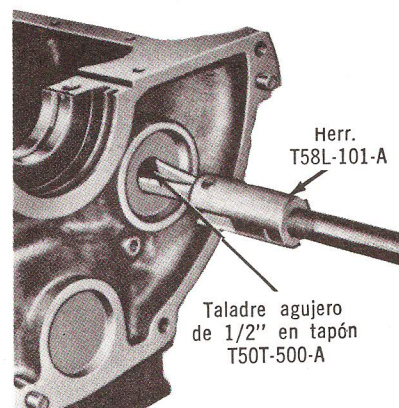

Fig. 24 — Desmontaje de Tapón de Orificio de Cojinete Trasero del Árbol de Levas. Típico
3. Taladre un agujero de 1/2" en el tapón del orificio de cojinete trasero del árbol de levas y utilice la herramienta T58L-101-A para quitar el tapón (Fig. 24).